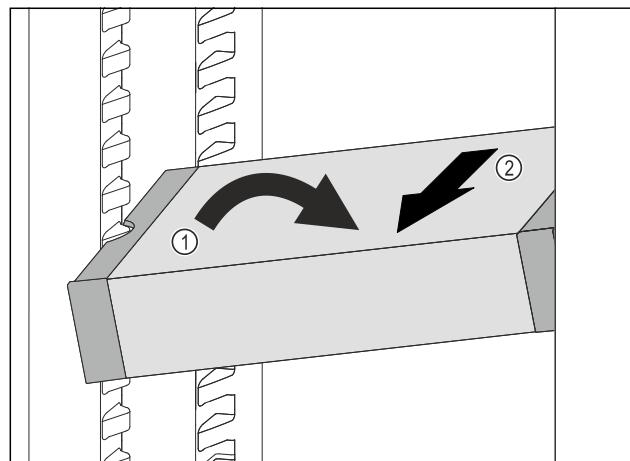

Fig. 81
- Встановити VarioSafe під кутом в охолоджувальному відділенні. Fig. 81 (1)
- Витягнути VarioSafe вперед. Fig. 81 (2)